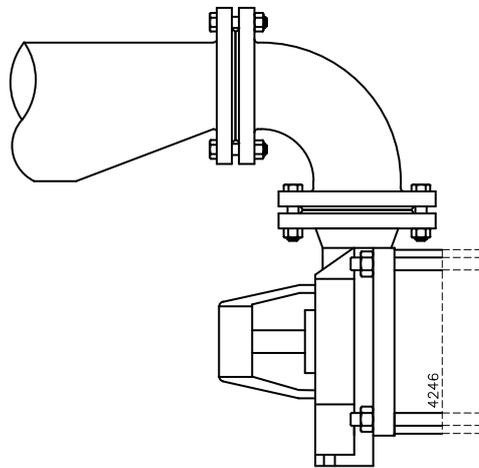

Рисунок 3: Переходной патрубок с эксцентрическим расположением концевых отверстий для всасывающего фланца.
- Сечение всасывающей трубы должно быть достаточного размера. Эта труба должна быть максимально короткой и подходить к насосу таким образом, чтобы исключить образование воздушных пробок. Если это невозможно, в самой верхней точке трубы следует предусмотреть устройство для выпуска воздуха. Если внутренний диаметр всасывающей трубы превышает размер приемного патрубка насоса, следует использовать переходной патрубок с эксцентрическим расположением концевых отверстий для предотвращения образования воздушных пробок и завихрений. См. рисунок 3.